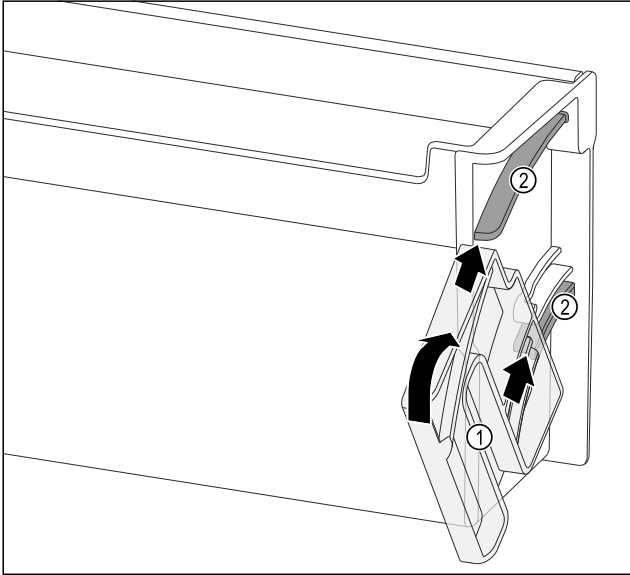

Fig. 127
- ▶ 定位旋转单元 Fig. 127 (1)，使槽正好与门边存放架的导向槽 Fig. 127 (2) 相对。
- ▶ 沿指定方向转动旋转单元 Fig. 127 (1)。